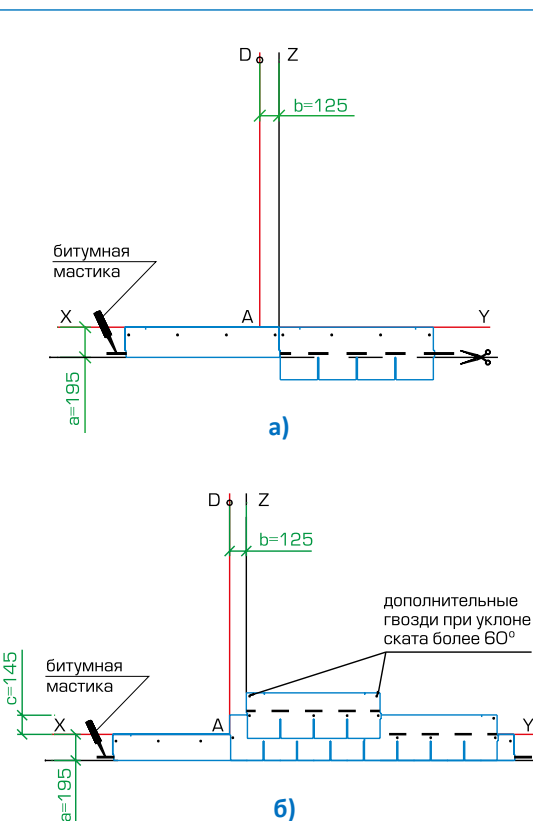

Рис. 2
### Укладка материала (рис. 2)
- Начальный ряд формируется из листов черепицы ВИНТАЖ обрезанных по линии образованной конечными точками вырезов. Полученные таким образом полосы шириной 19,5 см укладываются по линии карниза в обе стороны от линии Z (рис. 2а) и фиксируются по нижнему краю битумной мастикой, а по верхней кромке 4 гвоздями (ось гвоздей на 5 см ниже верхнего края полосы);
- далее первый ряд черепицы укладывается от линии AD (рис. 2б);
- второй ряд укладывается от линии Z (со смещением 12,5 см от AD) (рис. 2б);
Каждый лист гибкой черепицы ВИНТАЖ крепится 4 гвоздями (ось гвоздей на линии битумных клеевых полос) таким образом, чтобы гвоздь прошивал и верхний край нижележащего листа черепицы (рис. 2б).